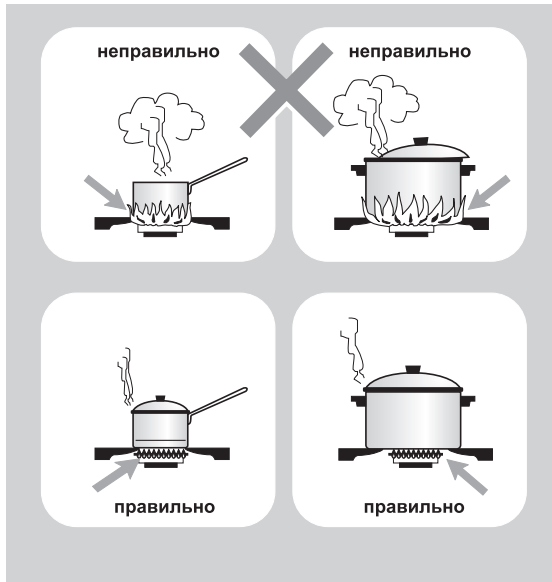

Рис. 5
- Размеры посуды и режим работы горелок нужно выбирать таким образом, чтобы пламя не выходило за ее края и не «лизало» боковые стенки (рис.5).